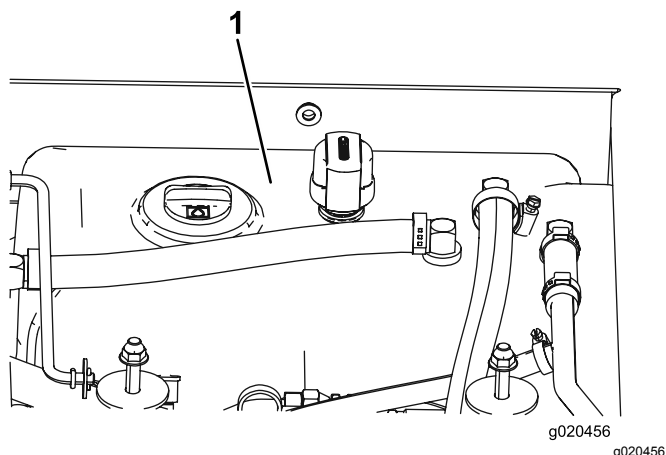

Рисунок 96
4. Залейте гидравлическую жидкость в бак (Рисунок 96); см. Проверка гидравлической жидкости (страница 76).